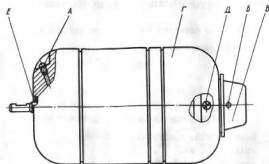

Рис. 1. Электродвигатель коллекторный ЭК-8:
Для смазки подшипника переднего подшипникового щита отвернуть винт А (рис.1) и в отверстие для смазки ввести 0,3 см3 масла, а также 10-15 капель масла ввести в зазор Б (между валом и отверстием под вал в переднем щите).
5. Продольный люфт якоря должен быть в пределах 0,1... 0,4 мм. Для регулирования люфта необходимо отвернуть стопорный винт Б и колпачок В (рис.1), ослабить контргайку и, вращая отверткой регулировочный винт, установить указанную выше величину люфта. После этого регулировочный винт законтировать в установленном положении контргайкой, завернуть колпачок до упора и законтировать его стопорным винтом Б.